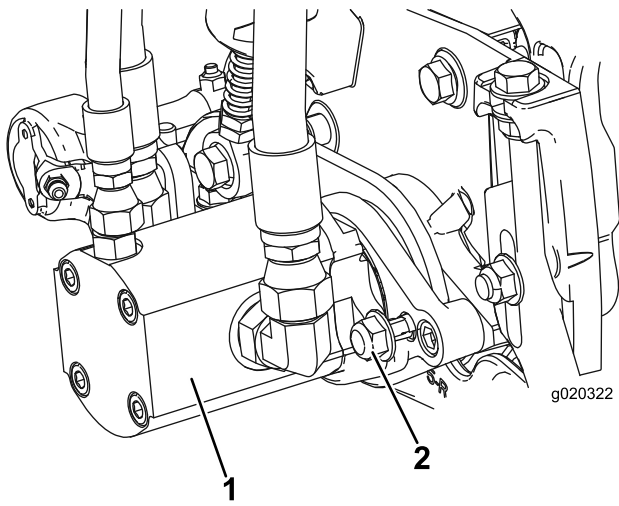

Figura 13
17. Instale el motor girándolo en el sentido de las agujas del reloj de modo que las bridas del motor no choquen con las contratuerzas (Figura 13). Gire el motor en sentido antihorario hasta que las bridas rodeen las tuercas, luego apriete las tuercas.